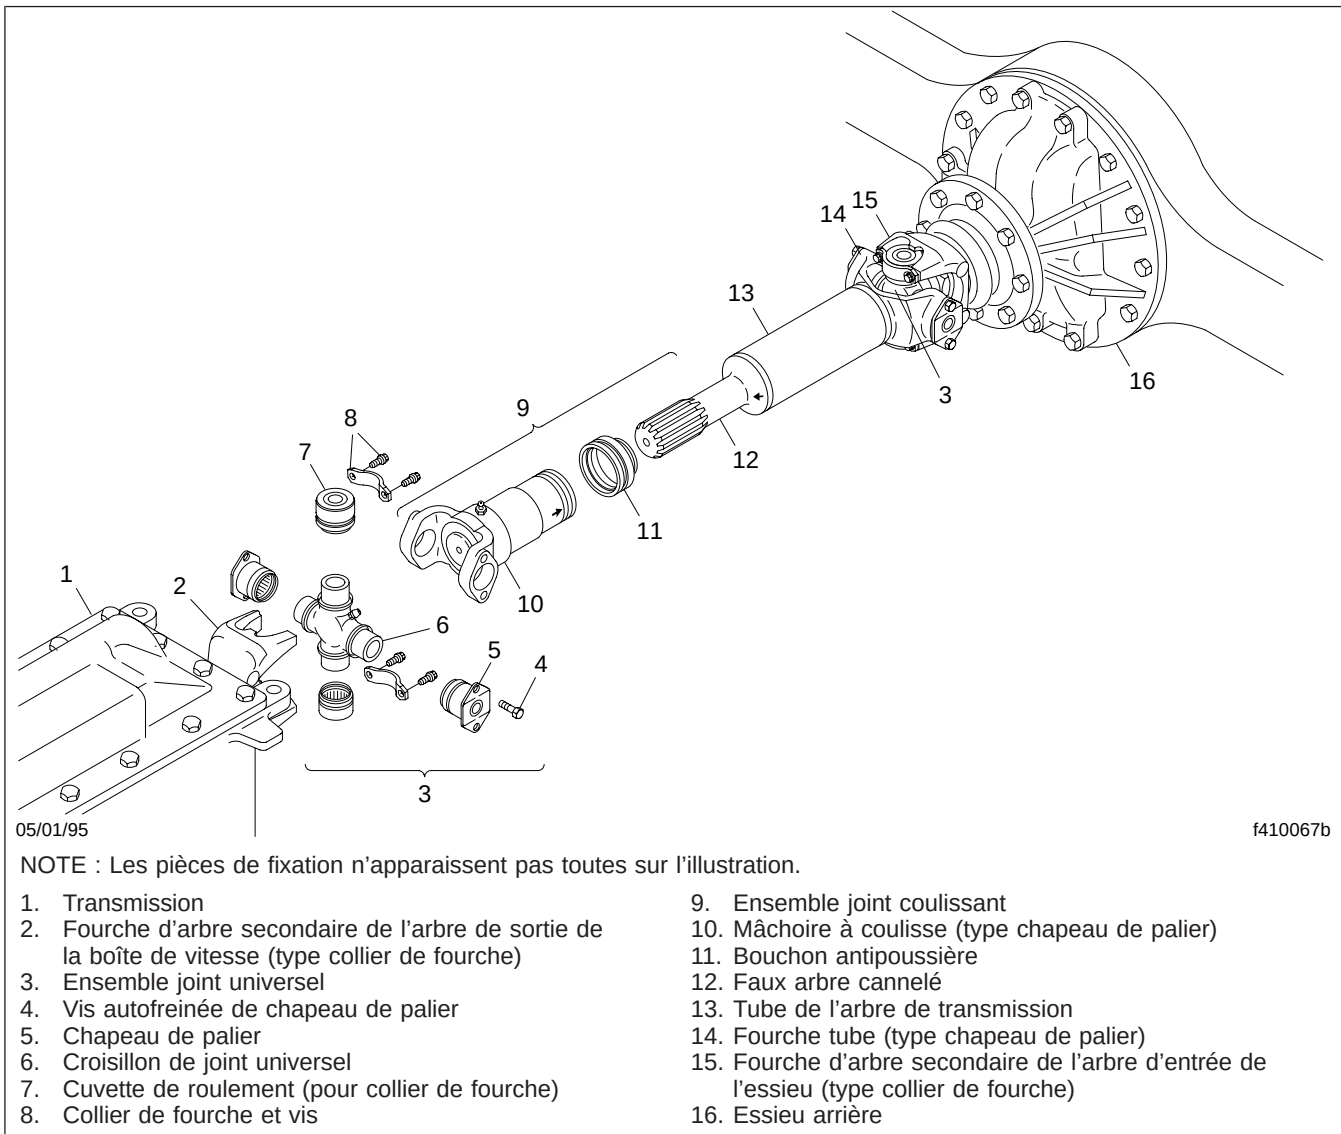

Fig. 3, Composants d'une ligne d'arbres de transmission de base
Pour les joints universels avec courroies de fourche, serrez les vis de courroies de fourche à 125 lbf·pi (169 N·m). Voir la **figure 3**.
3. Inspectez les fourches du module de transmission pour voir s'il n'y a pas de fissures et vérifiez si les fourches de l'arbre secondaire ne sont pas desserrées. Voir la **figure 3**.